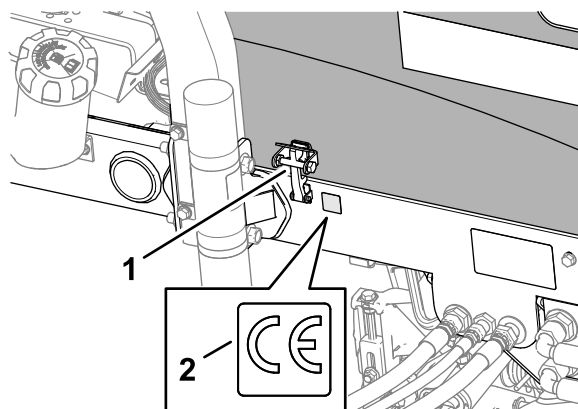

Bild 22
4. Entfernen Sie die Schutzfolie und bringen Sie den CE-Aufkleber, Bestellnr. 133-8095, am Rahmen an, wie in Bild 22 dargestellt.